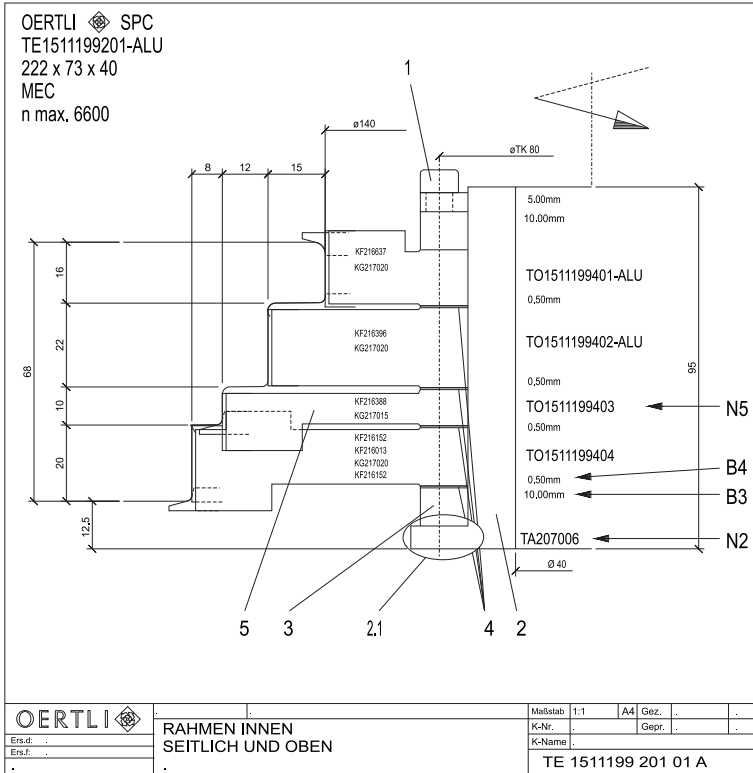
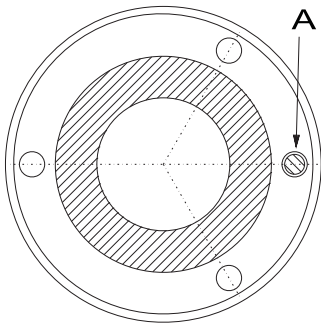

Abb. 1
Abb. 2
(s. Abb. 1 und Abb. 2)
1. Zum Werkzeugsatz gehörende Verpassungszeichnung (Bestandteil der Lieferung) bereitlegen. Identifikation erfolgt über die Zeichnungsnummer rechts unten im Bild. In Abbildung 1 ist die Zeichnungsnummer TE 1511199 201 01 A. Der Werkzeugsatz ist mit der Teilenummer beschriftet. Für das Beispiel in Abbildung 1 ist der Werkzeugsatz demzufolge mit "TE1511199201" beschriftet.
3. Schrauben (1) mit Sechskantschlüssel lösen und vollständig herausnehmen.
4. Jetzt können alle Distanzelemente (3, 4) und alle Fräswerkzeuge (5) von der Aufspannbüchse (2) heruntergenommen werden.
7. Distanzelemente und Fräswerkzeuge, wie in der Verpassungszeichnung dargestellt, auf die dazugehörige Aufspannbüchse (2) montieren. Die Teilenummer (N2) ist zur Identifikation in die Aufspannbüchse eingraviert. Bei der Montage auf das Lochbild der Fräswerkzeuge bzw. Distanzelemente achten (s. Abb. 2). Der in der Aufspannbüchse festverschraubte Positionierstift muss in die dafür vorgesehene Aufnahmebohrung (A) der Distanzelemente bzw. Fräswerkzeuge greifen.
8. Die einzelnen Fräswerkzeuge sind an ihrer Beschriftung zu erkennen. Zu dem auf der Verpassungszeichnung dargestellten Fräser (5) gehört die Teilenummer (N5). Diese Nummer ist auf dem Fräser eingraviert und gibt somit den Bezug zur Zeichnung. Auf den Distanzelementen ist die Breite in Millimetern eingraviert. Die Breiten der Distanzelemente (B3, B4) sind auf der Verpassungszeichnung beschrieben und gehören zu den Zwischenringen (3) bzw. zu den Unterlagsfolien (4).